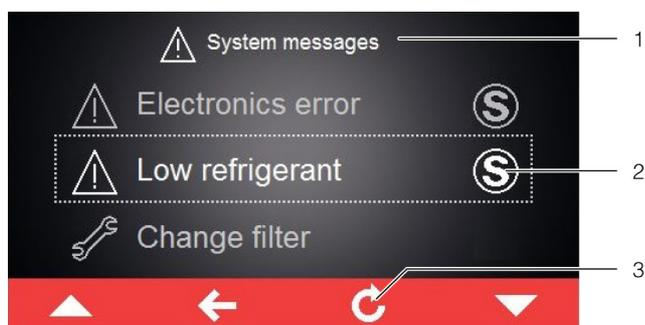

Fig. 27: Schermata con messaggi di malfunzionamento/guasto
In presenza di un messaggio di malfunzionamento/guasto non risolvibile in autonomia dall'utente e che non scompare automaticamente, al suo fianco e nella barra comandi, accanto al simbolo dei messaggi di sistema, viene visualizzata l'icona «Service» (Fig. 27, pos. 2).